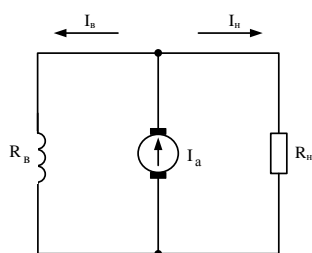

Рис. 1.
2. Генератор постоянного тока с параллельным возбуждением (рис.1.) работает на нагрузку, сопротивление которой  $R_H = 5$  Ом, сопротивление обмотки якоря  $R_a = 0,2$  Ом, сопротивление обмотки возбуждения  $R_B = 230$  Ом, напряжение на зажимах генератора  $U = 230$  В.